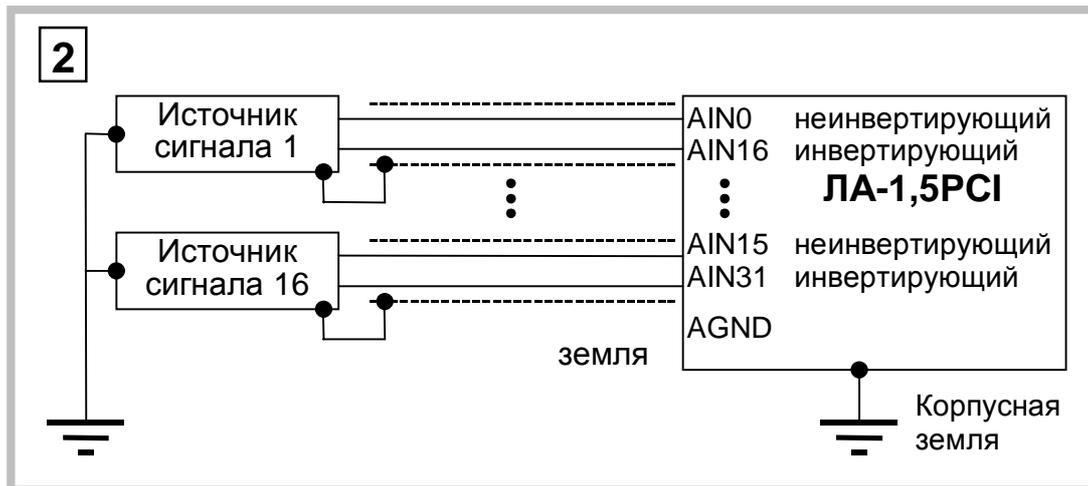

Рис. 7. 10
7.2.2.8.3. В схеме второго варианта (Рис. 7. 10) экран соединительного кабеля заземлен на входе источника сигнала.